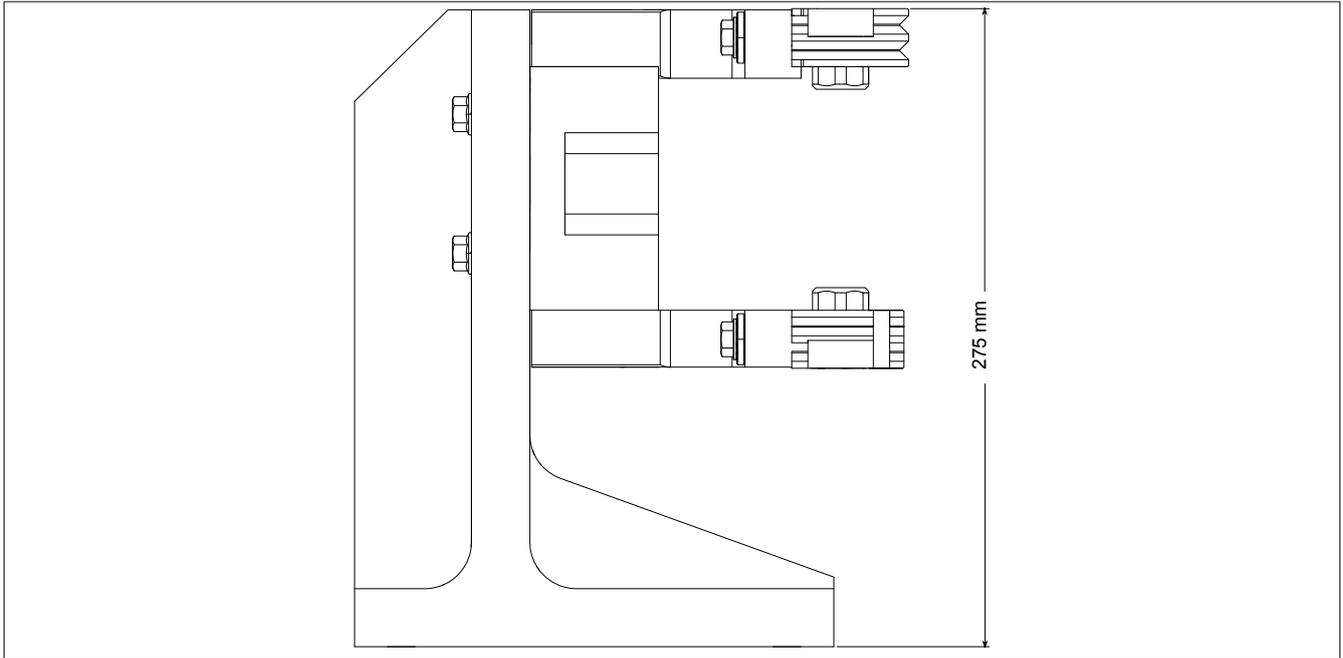

Abbildung 83: Höheneinstellmaß
3. Die Höhe mittels der Push-Pull-Schraube (c) auf das angegebene Maß (275 ±0,1 mm, Abb. 83 "Höheneinstellmaß" auf Seite 210, an dem markierten Bereich messen) justieren.